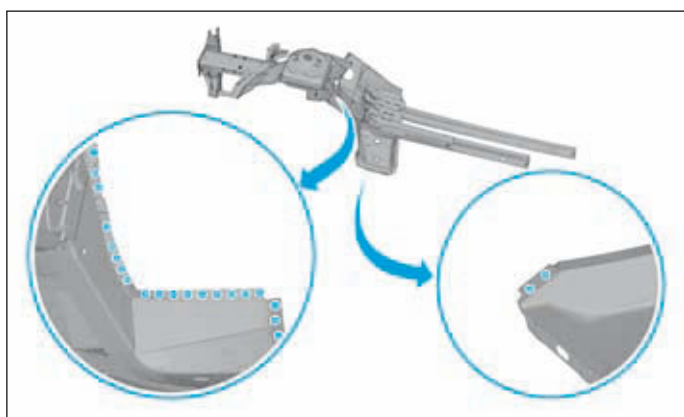
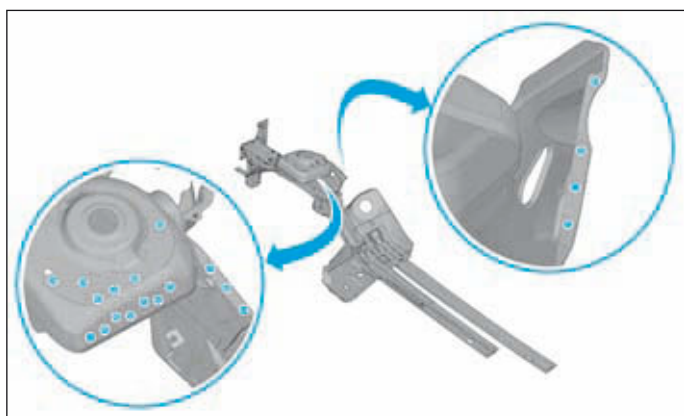
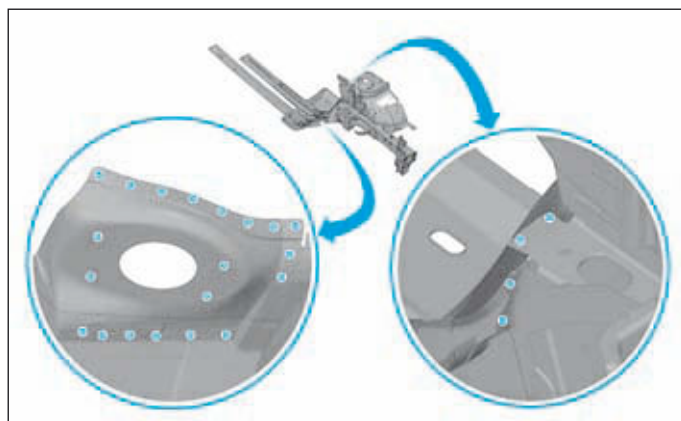

FIG.14
FIG.15
FIG.16
- Tracer puis percer au Ø 8 mm pour un soudage ultérieur par points bouchons la pièce neuve (Fig.14), (Fig.15) et (Fig.16).